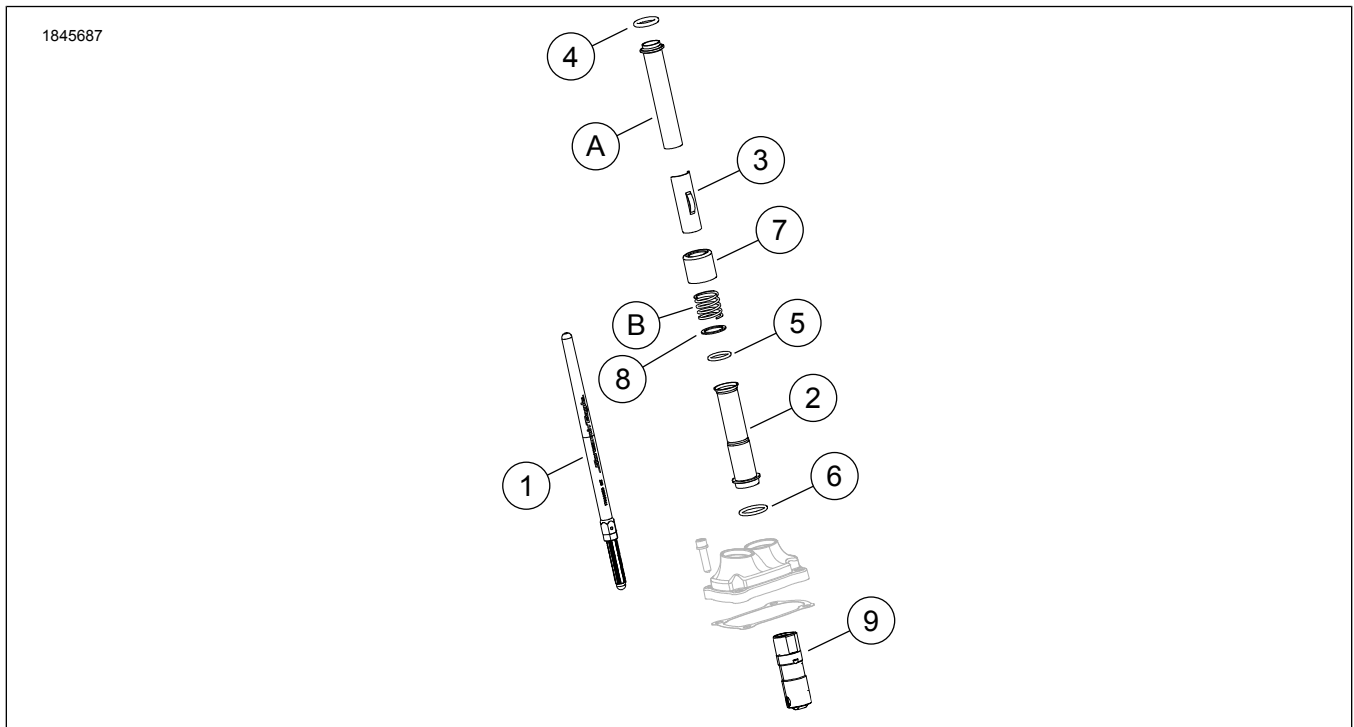
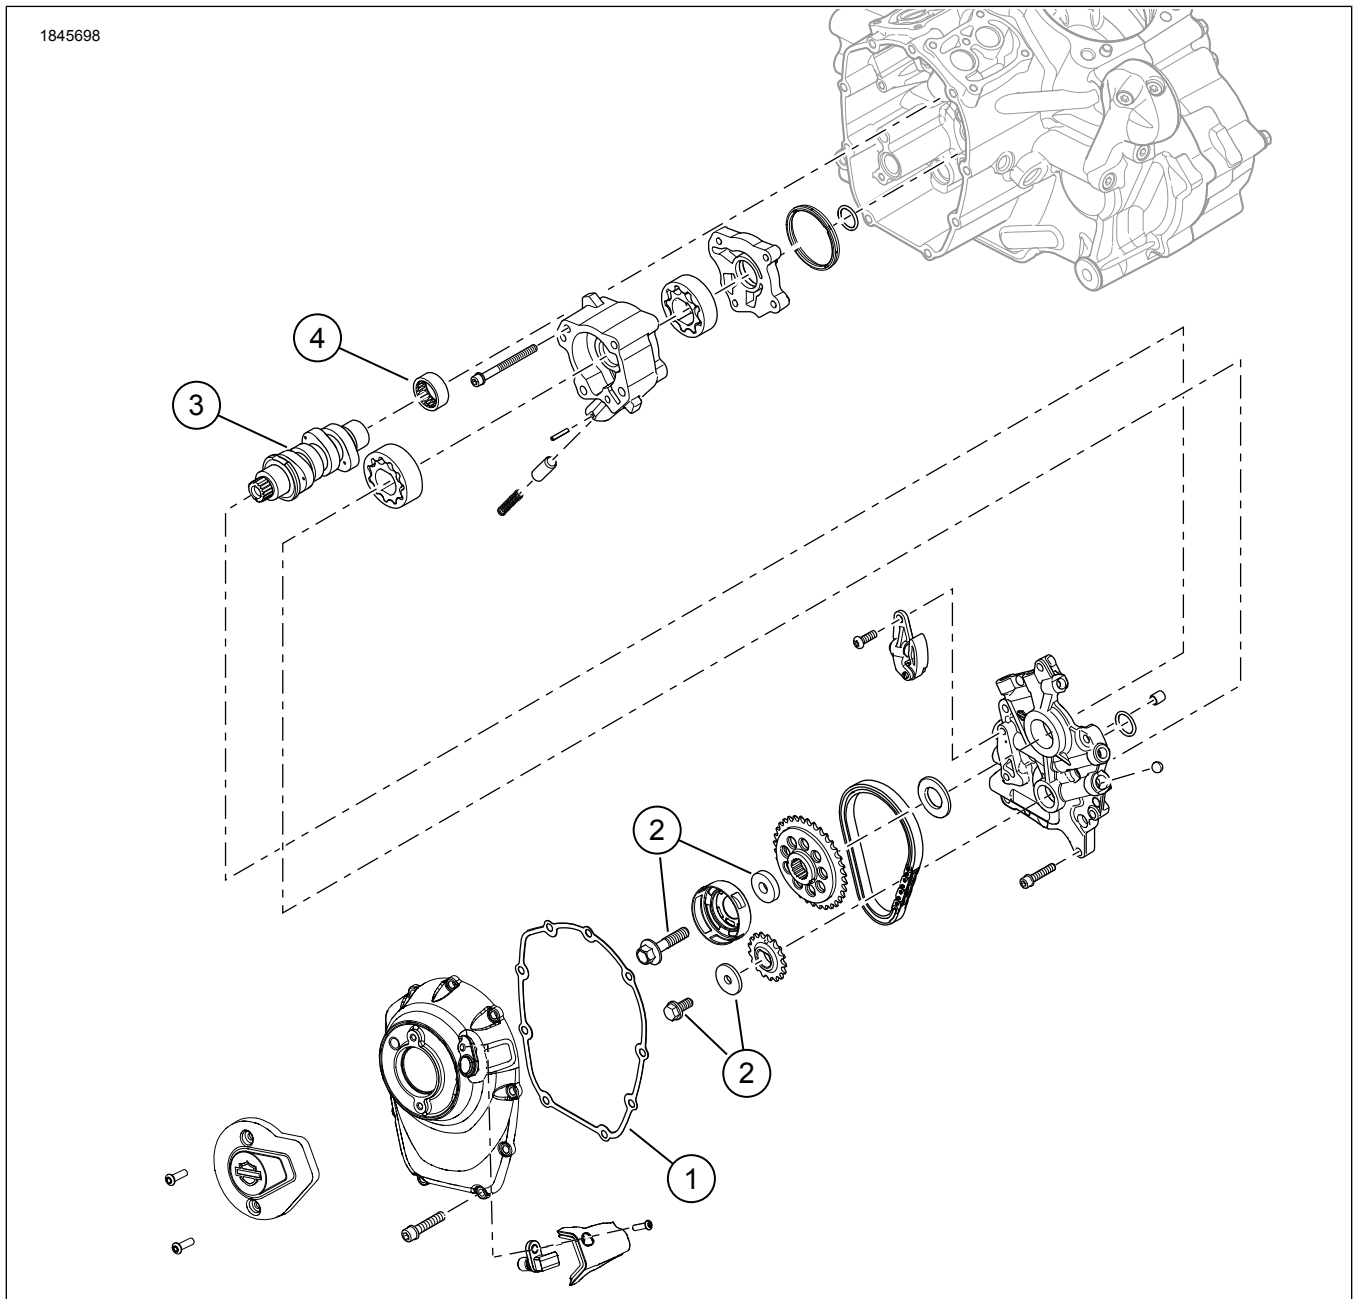

Figura 1. Conteúdo do kit: Kit Screamin' Eagle Milwaukee-eight Stage 2
Figura 2. Conteúdo do kit: Kit Screamin' Eagle Milwaukee-eight Stage 2
Veja Figura 1 e Figura 2.
1. Figura 2 Instale a bomba de óleo. Veja o Manual de serviço.